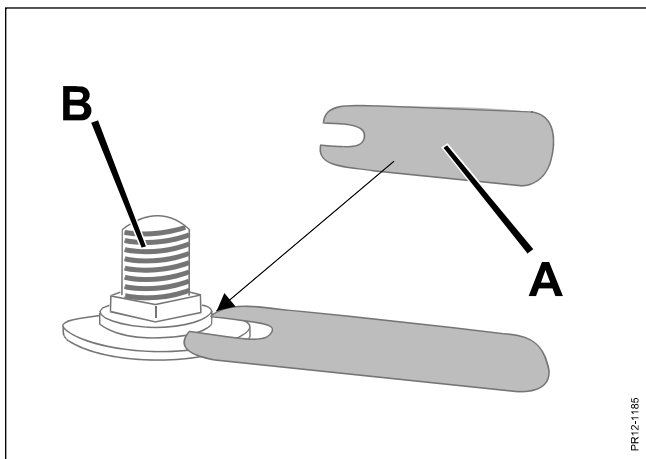

Fig. 5-9
- Fig. 5-9** I forbindelse med knivskifte kontrolleres alle knivbolte **B** på skiverne jævnligt med kontrollæren **A** (med i reservedelspakken).